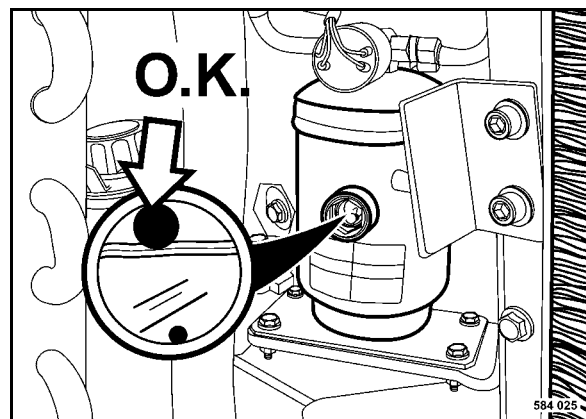

fig. 120
- Vérifier si la bille flottante (fig. 120) dans le regard du dessiccateur nage en surface.